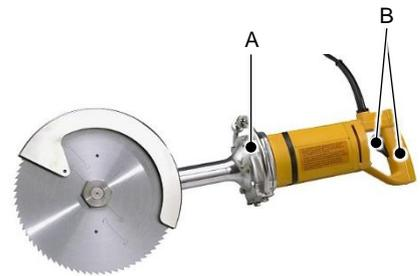

Abb. 6.1 – Schalterbetätigung
Zum Einschalten, den Schalter betätigen, s. Abb. 6.1.
Einschaltssicherung (D) in Ruhestellung (AUS-Marke auf roten Punkt), s. Abb. 6.1-Schalterbetätigung.